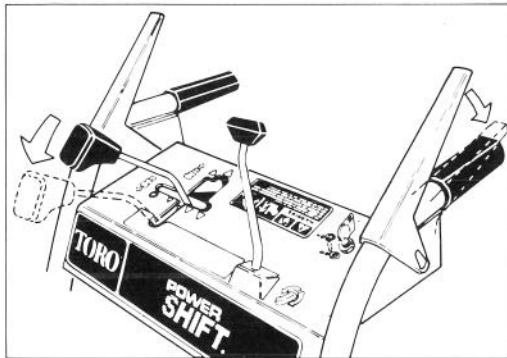

Abbildung 14
2. Um die Räder in die Vorderstellung oder Rückwärtsstellung zu bringen, die Schaltschaltung komplett nach vorn in die Power Shift-Stellung bringen und halten (Abb. 14).
3. Den Antriebshebel voll einrasten, um die Räder in die Power Shift-Stellung zu bringen (Abb. 14 und 15).